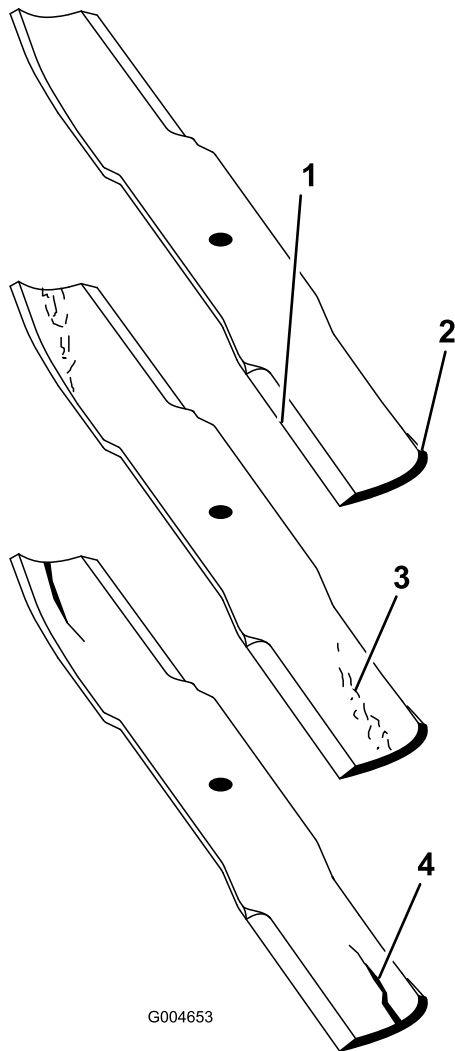

図 131
- ブレードの切っ先を注意深く観察、特に、直線部と曲線部が交わる部分をよく観察する 図 131。
する前によく点検することが必要である。磨耗が進んでいる場合 図 131 にはブレードを交換する。